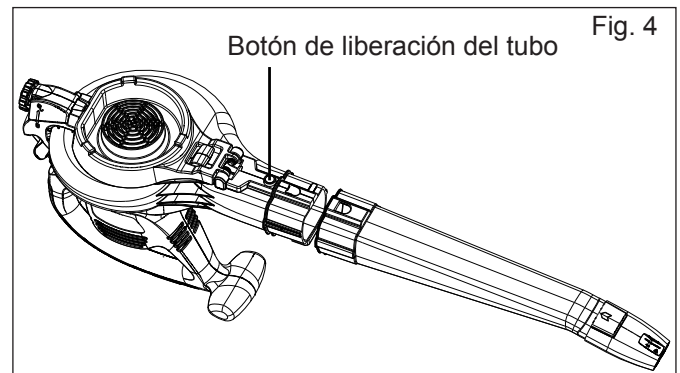

Fig. 4
5. Presione el botón de liberación del tubo y retire el tubo de soplado (Fig. 4).